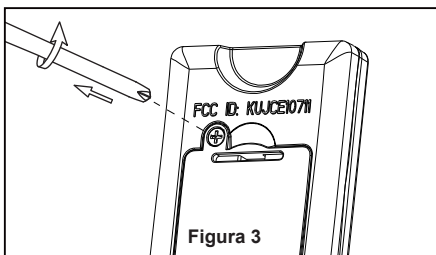

Figura 3
- ☐ 3. Instale la cubierta del cable del kit de iluminación en la unidad del motor usando las dos ranuras con clave. Sustituya el tornillo extraído y fije bien los tres tornillos. (Figura 3)
- ☐ 3. Instale la unidad del carcasa de interruptor en el soporte utilizando las dos ranuras principales de conexión. Vuelva a colocar el tercer tornillo y asegure los tres tornillos. (Figura 3)
☐ 3. Retire la cubierta de la batería del control remoto con un destornillador y conserve el tornillo para luego. (Figura 3)